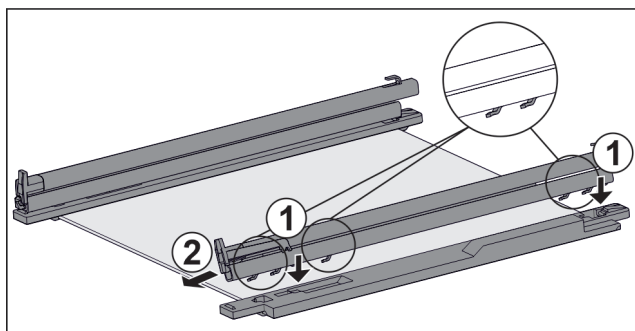

Fig. 63 Стекла́нная пластина с направляющими и крепежными элементами
- Поместите крючки направляющей в отверстия **левого** крепежного элемента. Fig. 63 (1)
- Потяните направляющую вперед. Fig. 63 (2)
- Поместите крючки направляющей в отверстия **правого** крепежного элемента. Fig. 63 (1)